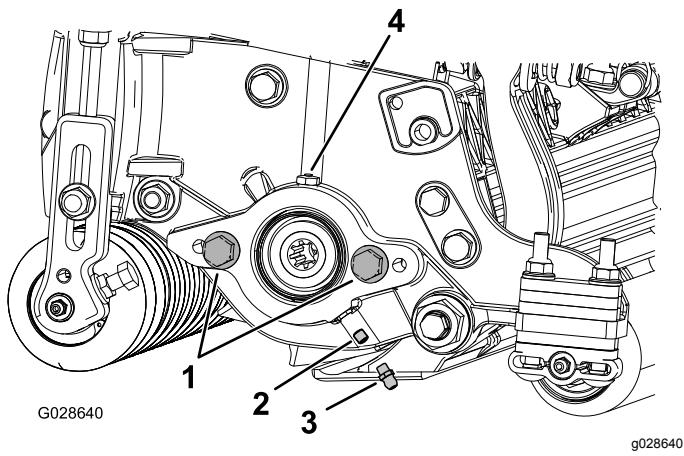

Bild 4
1. Entfernen Sie die Stellschraube an der Seitenplatte des Spindelmotors und werfen sie weg (Bild 4).
2. Bringen Sie den geraden Schmiernippel an (Bild 4).
2. Wenn die Seitenplatte des Spindelmotors keine Kopfschrauben hat, befestigen Sie sie (Bild 4).
| 5. Fetten Sie die Seitenplatte ein, bis überschüssiges Fett aus der Fettöffnung austritt (Bild 4). | |